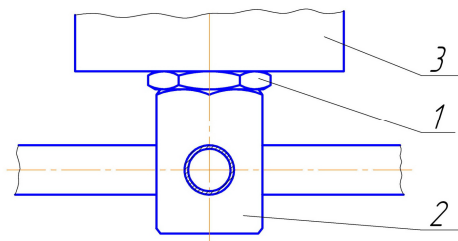

Рис.4
5.3.2 После закрепления МУПТВ на потолочном перекрытии к стакану 3 (рис.4) прикручивается распылитель 2 и затягивается с помощью двух ключей: одним удерживается контргайка 1, а вторым затягивается распылитель 2.